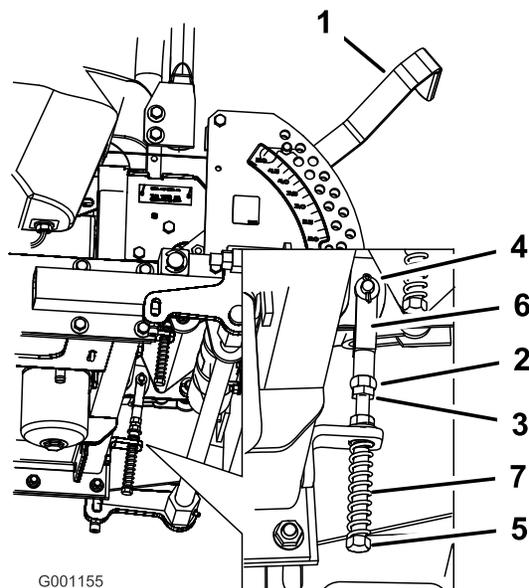

Figura 74
- 8. Si es necesario un ajuste, afloje la tuerca y la contratuerca contra la horquilla (Figura 74).
- 9. Aplique una ligera presión hacia atrás en la palanca de control de movimiento, gire la cabeza del perno de ajuste en el sentido apropiado hasta que la palanca de control esté centrada en posición de bloqueo/punto muerto (Figura 74).
- 10. Apriete la tuerca y la contratuerca (Figura 74).